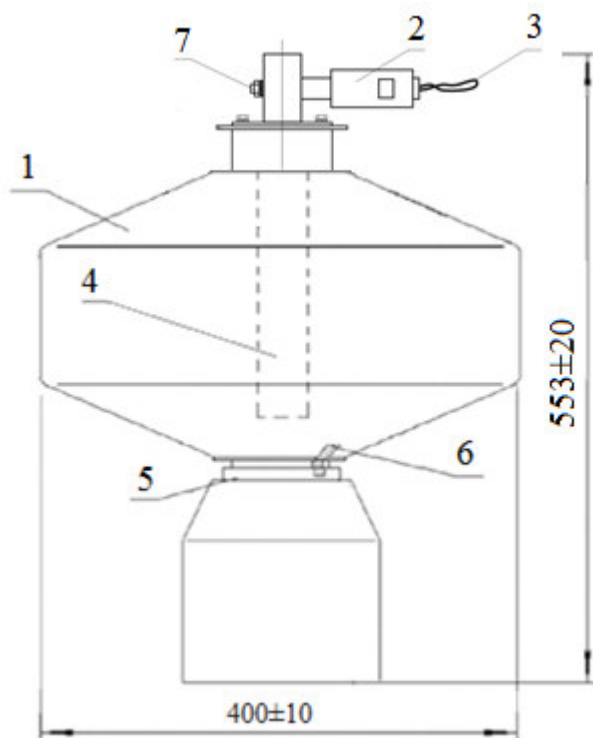

Рис. 2. МПП «Гарант-Д» во взрывозащищенном исполнении.
4.1. Конструкция МПП «Гарант-Д» во взрывозащищенном исполнении приведена на рис. 2.